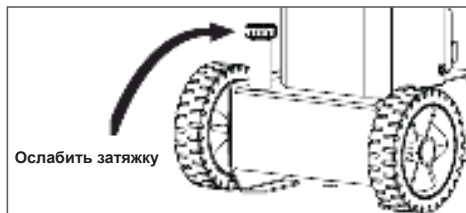

Рис. 6 Установка крышки-щупа
6. Перед первой эксплуатацией ослабить затяжку крышки-щупа на 2 оборота (Рис. 6).